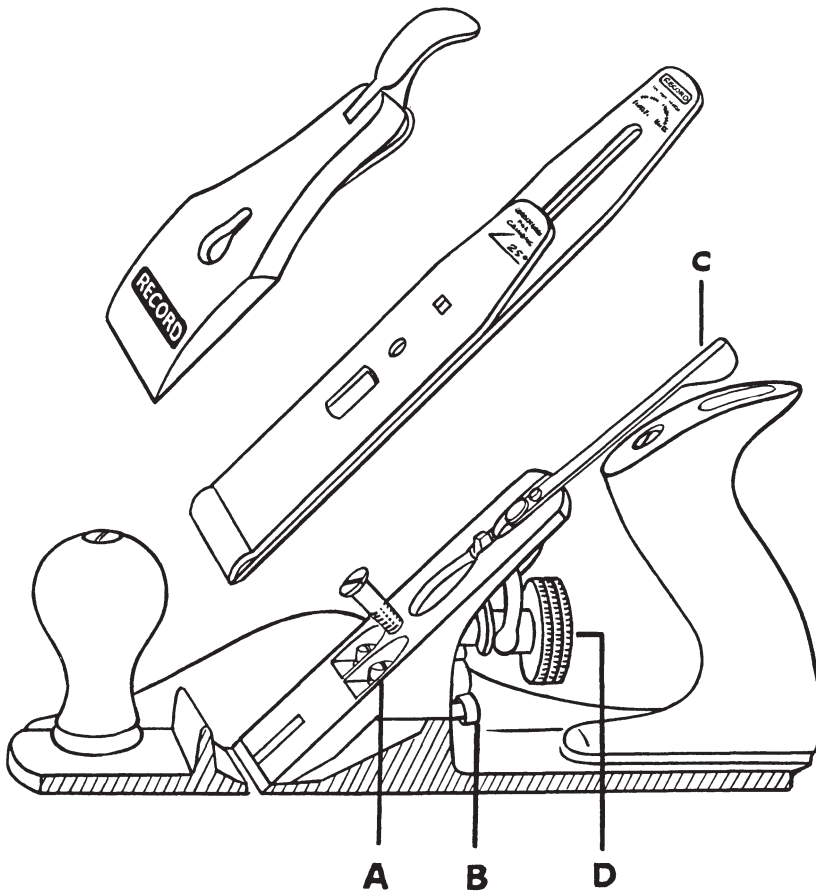

Abb. 13: Die Einstellungen. A-Froschschrauben, B-Froscheinstellschrauben, C-seitlicher Verstellhebel, D-Eiseneinstellrad
Als letztes wird die Größe des Hobelmauls eingestellt (Abb. 13). Die beiden Halteschrauben (A) werden gelockert und der Frosch wird mit der Einstellschraube (B) nach vorne oder hinten verschoben. Leider kann das dazu führen, dass die seitliche Einstellung verändert wird, die man dann wiederholen muss. Die Veränderung der Hobelmaulgröße soll Faserausrisse verhindern.